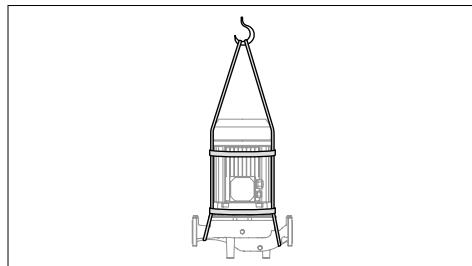

FIG 1: sollevamento della pompa 3E con l'ausilio di una fune
- Rimuovere il bullone tra il corpo pompa e la staffa del motore e togliere il motore semplicemente spostandolo in direzione assiale. Per il sollevamento/spostamento della pompa, usare qualsiasi argano di sollevamento adatto. (Fig. 1)